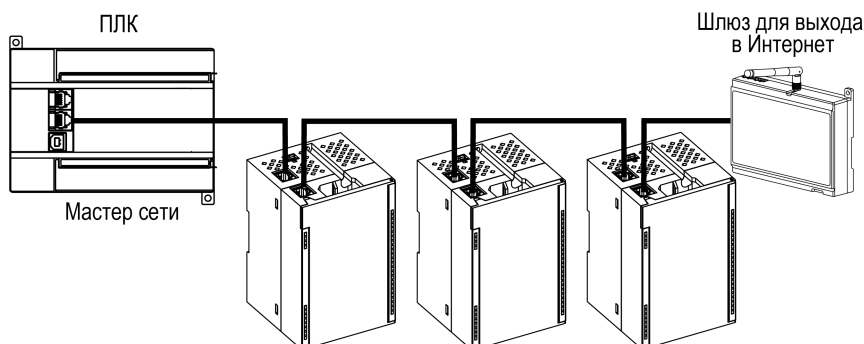

Рисунок 5.6 – Подключение по схеме «Цепочка»
- «Цепочка»/«Daisy-chain» (см. рисунок 5.6).